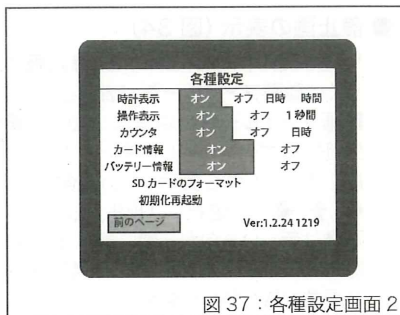

図 37 : 各種設定画面 2
- 各種設定画面の「次のページ」を選択すると、各種設定画面2 (図 37) が表示されます。